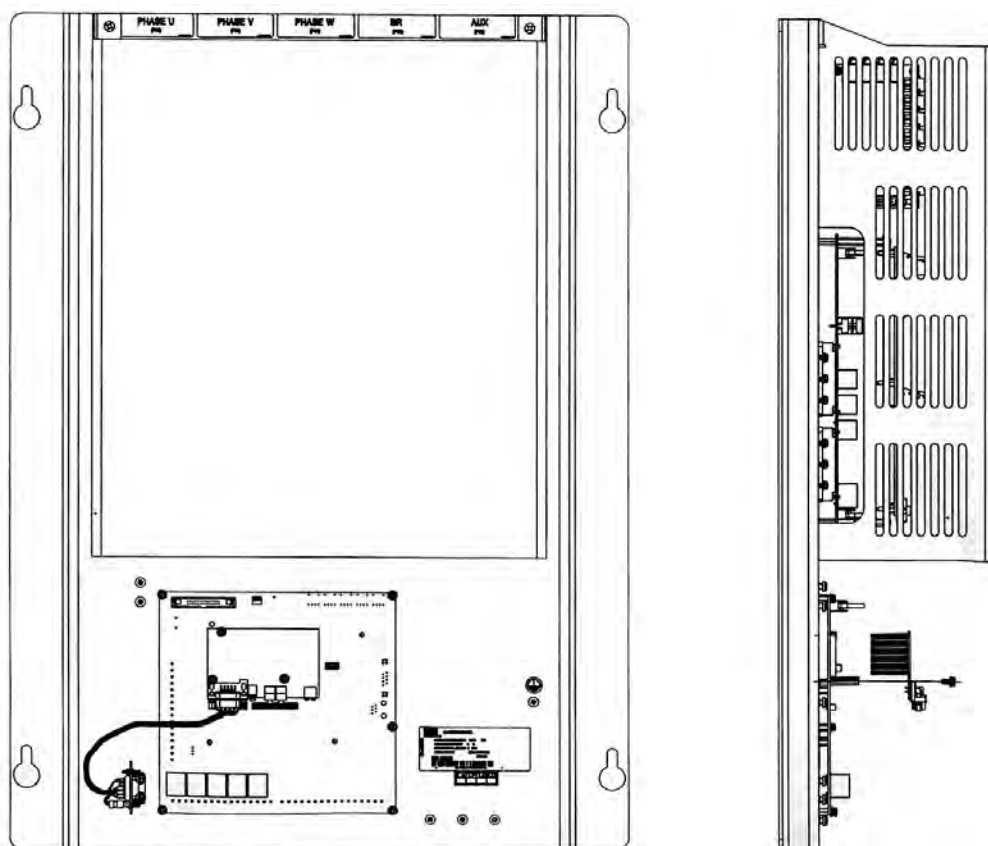

Рис. 9.3. Подключение к плате Fieldbus
6. Подключите один конец кабеля Fieldbus к стойке управления MVW3000 в соответствии с Рис. 9.3 на стр. 9-2.
7. Подключите другой конец кабеля Fieldbus к плате Fieldbus в соответствии с Рис. 9.3 на стр. 9-2.